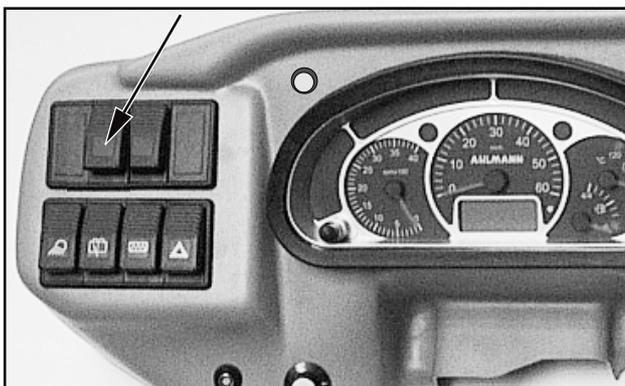

Bild 4-9c
- 2 - Taster für Lüfterreversierung (SA) siehe Bild 4-9c